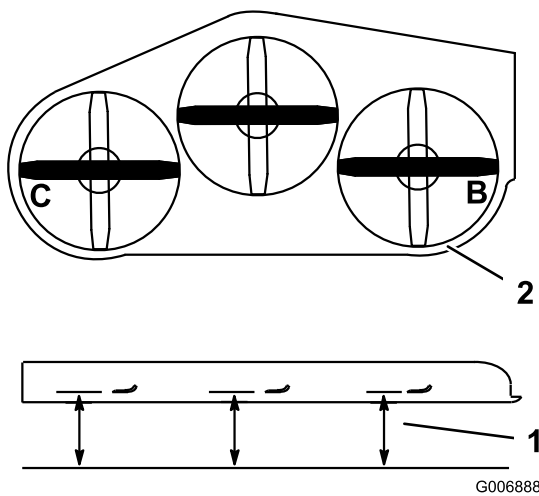

Figura 110
1. Posicione a lâmina **direita** na horizontal (Figura 110).
2. Meça a lâmina direita no local **B**, de uma superfície plana à extremidade de corte da ponta da lâmina (**Figura 110**).
4. Posicione a lâmina esquerda na horizontal (**Figura 110**).
5. Meça a lâmina esquerda no local **C** (**Figura 110**), de uma superfície plana à extremidade de corte da ponta da lâmina.